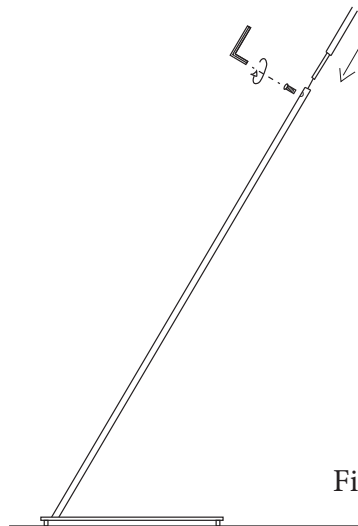

Figure 4
- Monter la deuxième partie de la tige en l'emboîtant sur la première partie. Fixer en serrant la vis avec la clé fournie. Tirer sur le câble au niveau de la base pour qu'il ne gêne pas l'emboîtement des tubes. (figure 4)